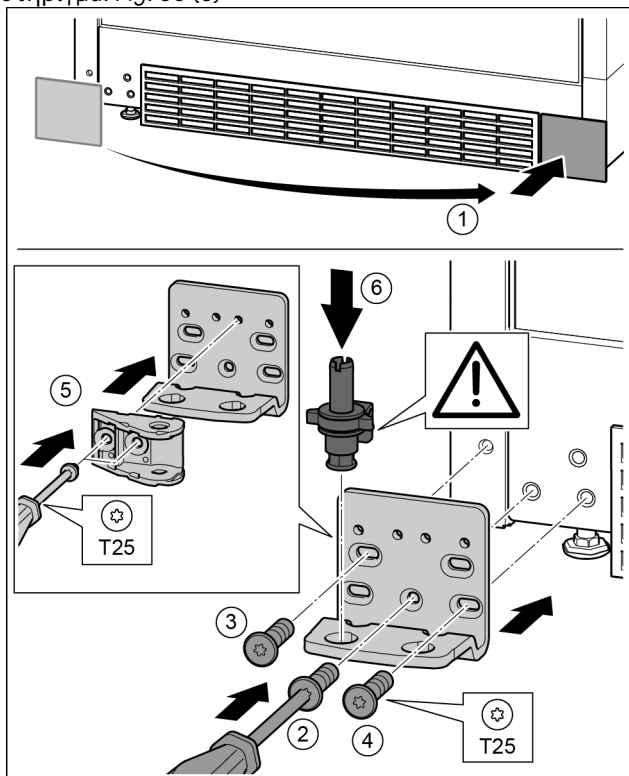

Fig. 31
- ▶ Αφαιρέστε το κάλυμμα και τοποθετήστε το στην άλλη πλευρά. *Fig. 31 (1)*
- ▶ Εφαρμόστε το στηρίγμα στην άλλη πλευρά και βιδώστε το με τη βοήθεια ενός κατσαβιδιού T25. Αρχίστε με τη βίδα 2 κάτω στο κέντρο. *Fig. 31 (2)*
- ▶ Σφίξτε τη βίδα 3 και 4. *Fig. 31 (3, 4)*
- ▶ Περιστρέψτε τη σύνδεση αποσβεστήρα κλεισίματος κατά 180°. Βιδώστε στην άλλη πλευρά του στηρίγματος με κατσαβίδι T25. *Fig. 31 (5)*
- ▶ Τοποθετήστε ολόκληρο τον πείρο. Βεβαιωθείτε ότι το έκκεντρο ασφάλισης είναι στραμμένο προς τα πίσω. *Fig. 31 (6)*